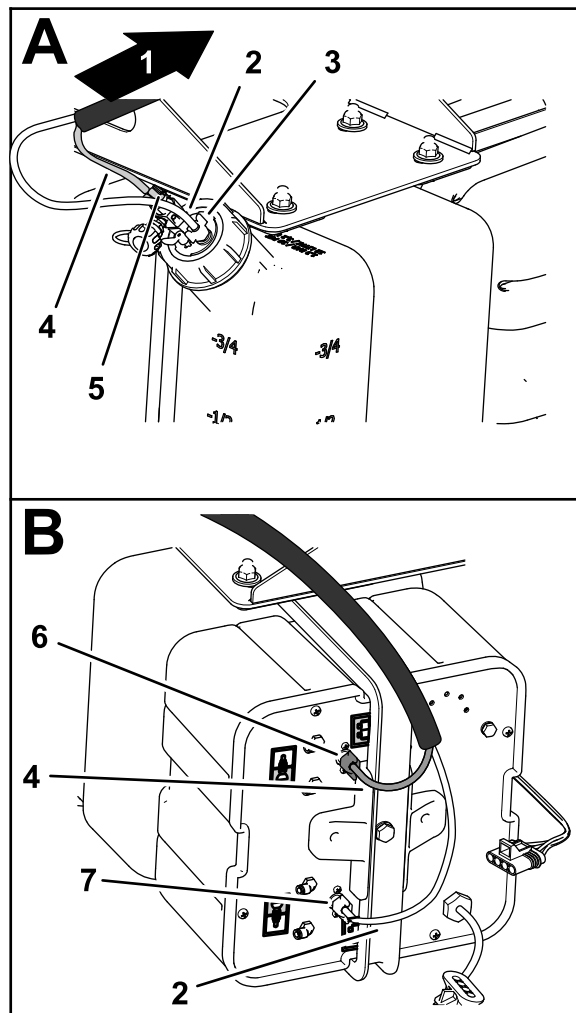

図 3
1. コンプレッサからタンクループバックへのチューブ 92 cmを、キャップからコンプレッサ側面にある圧縮ナットへ配設する **図 3**。
2. 白い圧縮ナットを外して透明チューブに取り付ける 図 3。
3. コンプレッサ側面のフィッティングに、透明チューブと白い圧縮ナットを嵌め、白い圧縮ナットを手締めする 図 3。
4. コンプレッサ側面のフィッティングから、青い圧縮ナットを取り外す 図 3。
5. コンプレッサ側面のフィッティングに、青いチューブと青い圧縮ナットを嵌め、ナットを手締めする 図 3。